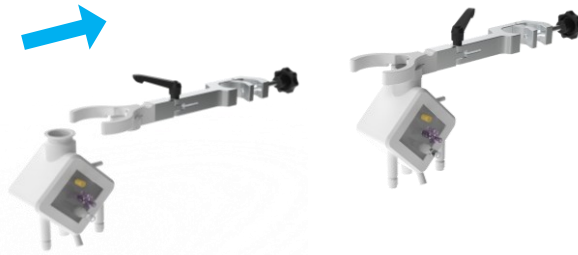

Figura 11 Conectarea oxigenatorului la suport
- Așezați oxigenatoarele în suporturile căruciorului (Figura 8, articolul 37) prin apăsarea lor în clemă. A se vedea (Figura 11).